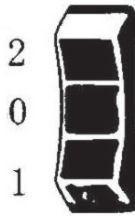

fig 1
4.4. Настройка температуры. Необходимую температуру можно установить с помощью переключателя (рис. 1). Идеальная температура должна быть сначала проверена путем проведения теста. Поэтому вы должны начинать с настройки низкой температуры. Температуры, указанные в иллюстрированных примерах использования, являются рекомендуемыми значениями, которые могут варьироваться в зависимости от свойств заготовки. Расстояние между соплом и заготовкой зависит от обрабатываемого материала.